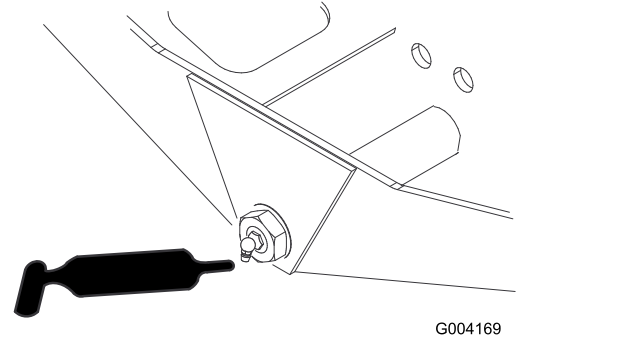

Figure 68
- Pivot de direction d'essieu (1) (Figure 68)